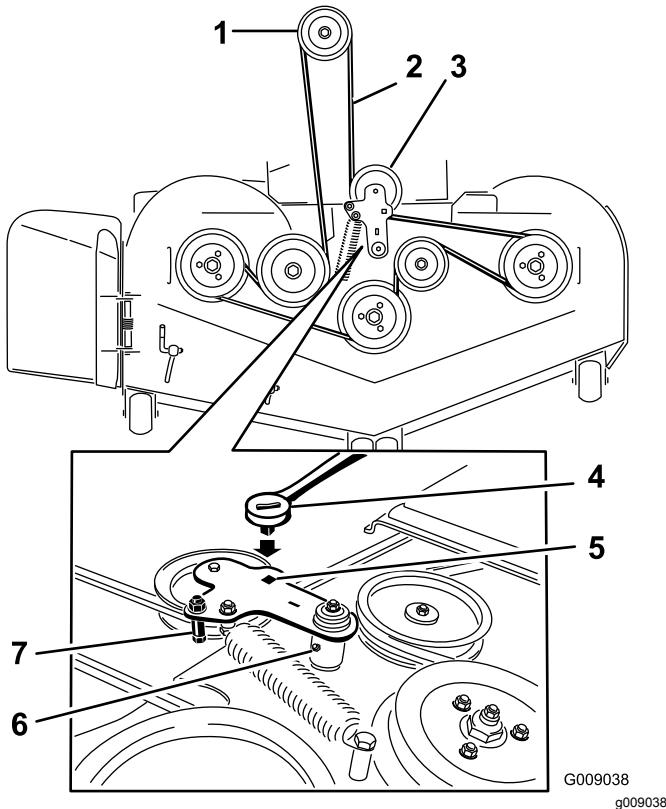

Bild 84
5. Setzen Sie eine Ratsche in das rechteckige Loch im Spannarm ein, um die Spannung an der Spannscheibenfeder zu lösen (Bild 84).
7. Nehmen Sie die Riemenschutzvorrichtung am gefederten Spannarm ab (Bild 84).
9. Verlegen Sie den neuen Riemen um die Mähwerk- und Bremsspannscheiben unter dem Motor (Bild 84).
- 10. Legen Sie die Riemenführung auf den Spannarm (Bild 84).
- 11. Setzen Sie die Spannscheibenfeder mit der Ratsche im rechteckigen Loch ein (Bild 84).